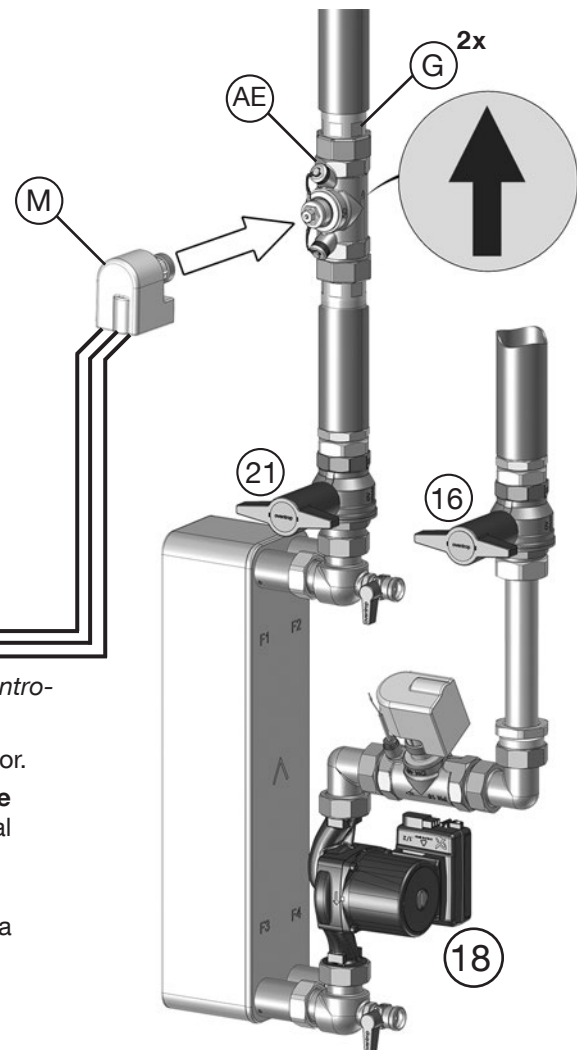

fig. 4.12: Instalación del dispositivo de corte y del actuador
- Cierre la válvula de bola (16 y 21) de la estación de ACS (ver fig. 4.12 en la página 22).